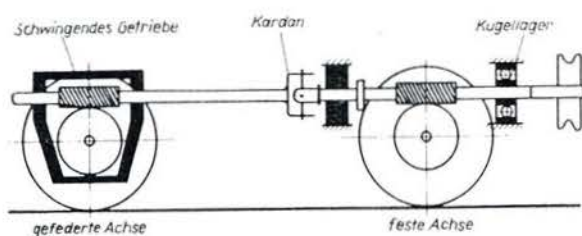

Bild 29 Schwingende Treibachse
3. Eine Achse starr, eine Achse gefedert, gekuppelt mit beweglicher Schneckenwelle (Bild 29).